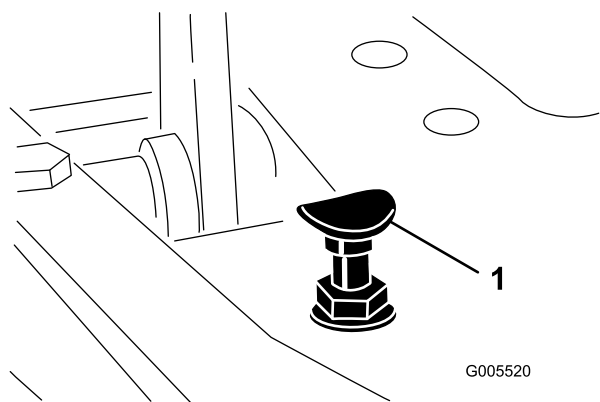

Figura 54
Para obter a velocidade máxima de transporte, engate a alavanca de controlo de função na posição de transporte e carregue para baixo no pedal de tração. Se o pedal entrara em contacto com o batente (Figura 54) antes de se sentir tensão no cabo, é necessário efetuar um ajuste:
1. Ponha a alavanca de controlo de função na posição de transporte e liberte a porca de bloqueio que fixa o batente do pedal à placa inferior (Figura 54).